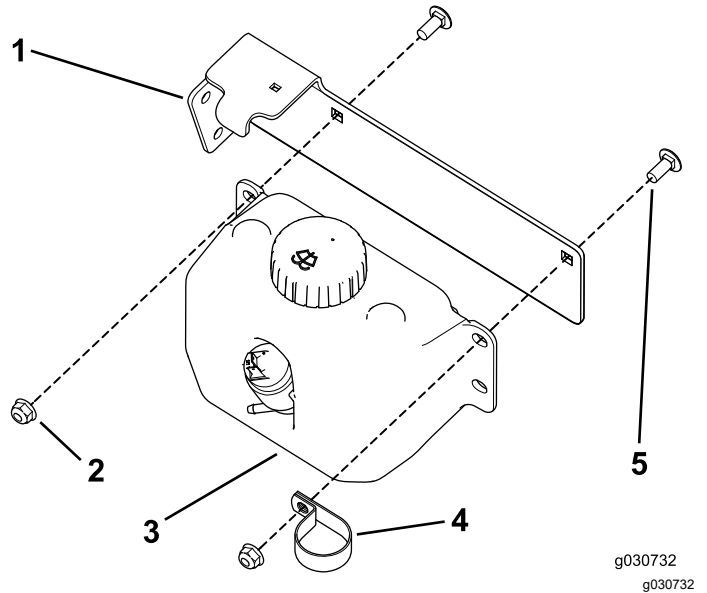

Figure 44
3. Fixez le réservoir de lave-glace au collier en R sur le support du réservoir à l'aide de 2 boulons de carrosserie (5/16" x 3/4") et 2 écrous à embase (5/16") (Figure 44).